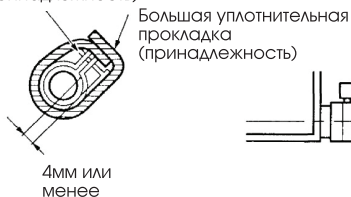

Рис. 3
- Открутите крепежные винты боковой панели и надавите вперед (по направлению стрелки), чтобы снять крышку. (см. рис.3)
(Рис. 3)
- Оберните большую уплотнительную прокладку (11) вокруг хомута дренажного шланга для изоляции (см. рис. 3).